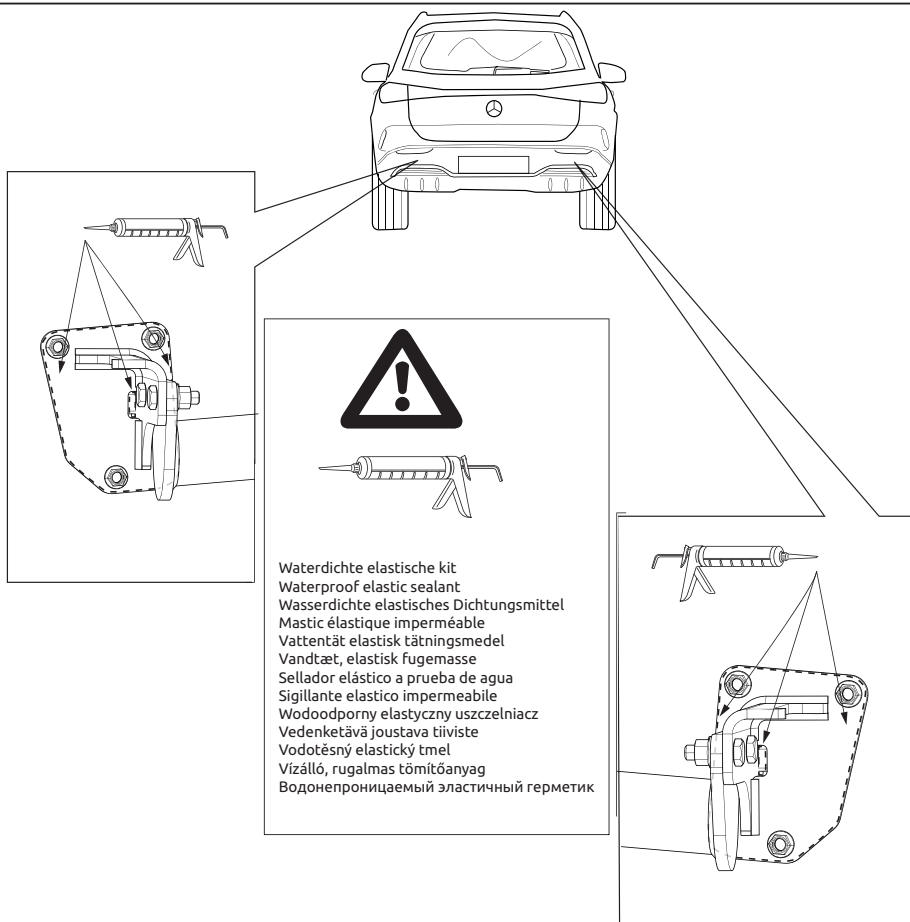

Fig. 2
7. Герметизировать обозначенные части (см. рис. 2)